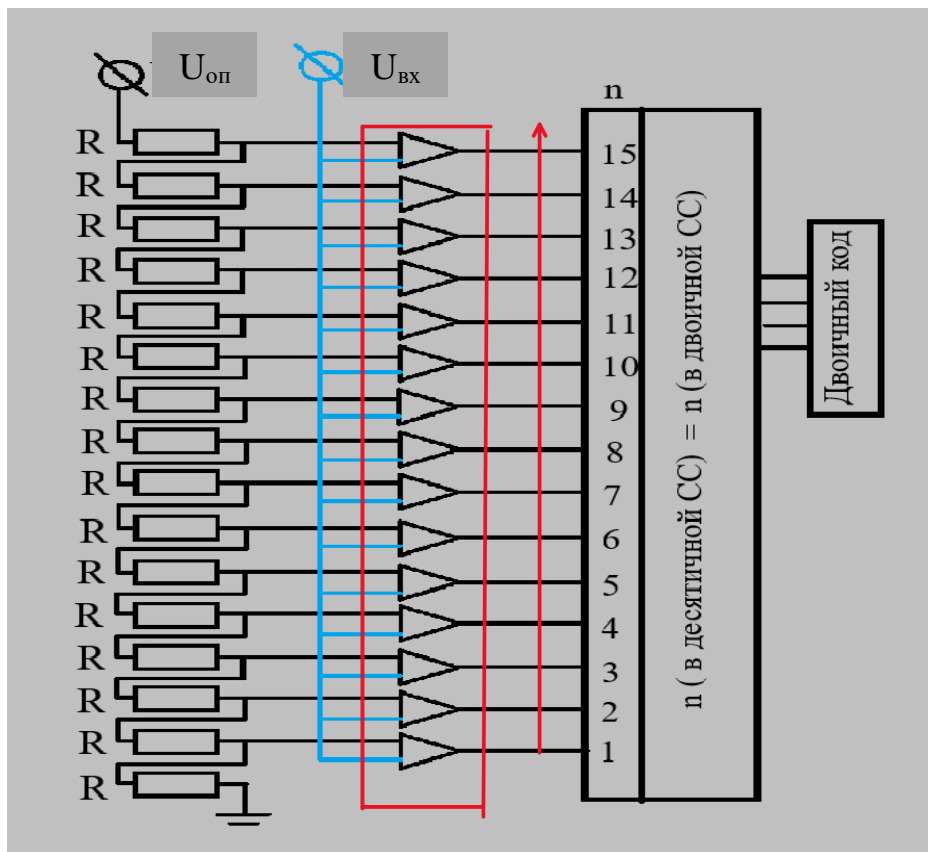

Рисунок 7
– Лампы, отражающие работу компараторов на схеме 1 (рис.7)
Схема 1 (рис. 7) работает следующим образом: На вход АЦП подается напряжение, задаваемое пользователем в приложении, а также опорный ток, который задан автоматически и численно равен 5 Вольт. Далее опорное напряжение делится резистивным делителем, состоящим из резисторов (на схеме обозначается R) на части. Значение напряжения при каждом делении подаётся на компаратор, который в свою очередь сравнивает его с входным напряжением, если входное оказывается больше опорного выдаёт на своём выходе логическую единицу. После чего сигналы от всех сработавших компараторов